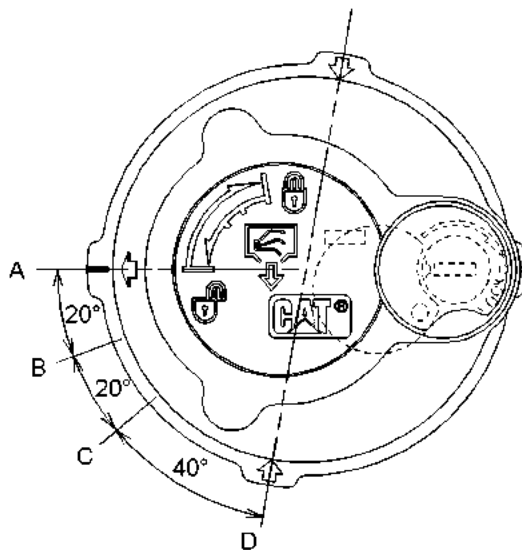

Ilustración 465
- (A) Posición TRABADA
- (B) Posición ALIVIO DE PRESIÓN - ARRANQUE
- (C) Posición ALIVIO DE PRESIÓN - FINALIZAR
- (D) Posición ABIERTA
11. Suelte la presión que puede haber en el circuito hidráulico de retorno con el siguiente procedimiento. Consulte la Ilustración 465 para ver las posiciones de la tapa del tubo de llenado.
- a. Gire la tapa del tubo de llenado hacia la izquierda, sin aplicar fuerza hacia abajo, y mueva la flecha de la posición (A) a la posición (B).
- b. Suelte la presión durante un mínimo de 45 segundos moviendo la flecha de la posición (B) a la posición (C).
- c. Empuje el centro de la tapa del tubo de llenado hacia abajo. Sin inclinar la tapa del tubo de llenado, mueva la flecha de la posición (C) a la posición (D).
- e. Apriete la tapa del tubo de llenado del tanque hidráulico hasta la posición (A).